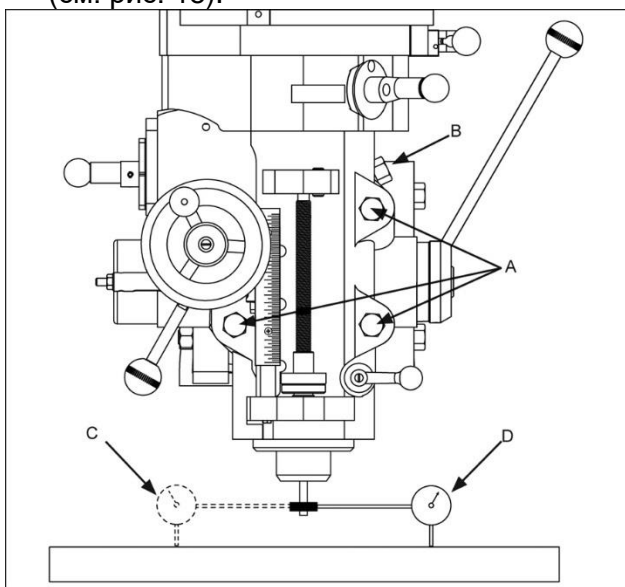

Рисунок 18
5. Установите индикатор на оправку и закрепите с помощью штанги (см. рис. 18).
с. Установите индикатор часового типа на оправку и закрепите с помощью штанги (см. рис. 18).